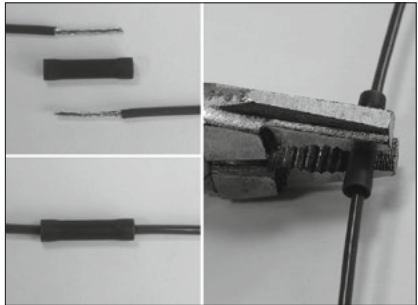

Abb. 5/Fig. 5/Puc. 5/图5
- If the connecting cables between fuel pump and flange cover are too short, have an unsuitable connection or if the scope of delivery of the spare parts kit does not include a connecting cable: A suitable connecting cable can be created by using the old connecting cable and the supplied clamping connection (see fig. 5). Ensure correct polarity.
- Si les câbles de raccordement entre la pompe à carburant et le couvercle à bride sont trop courts, ne possèdent pas le raccord adapté ou si le kit de pièces de rechange fourni ne contient aucun câble de raccordement : il est possible de fabriquer un câble de raccordement adapté avec l'ancien câble et les raccords de serrage joints (voir fig. 5). Respecter la polarité.